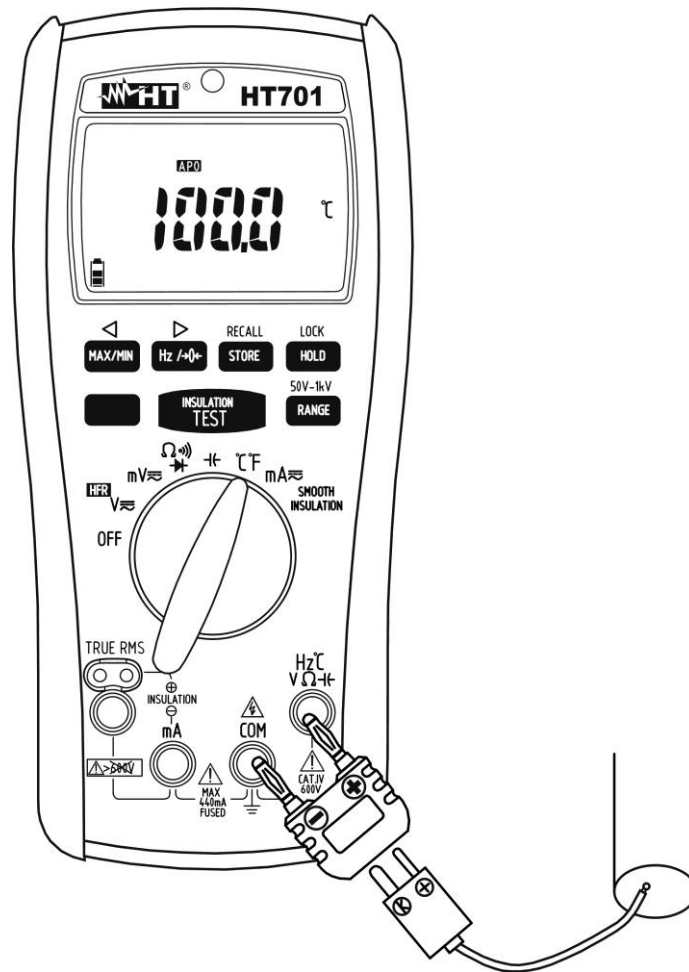

Abb. 9: Verwendung des Gerätes für Temperaturmessung mit K-Temperaturfühler
3. Verbinden Sie den mitgelieferten Adapter in die Eingangsbuchsen **Hz°C/V/Ω/Hz** und **COM** und dabei achten Sie auf die rote und schwarze Farbe (siehe Abb. 9)